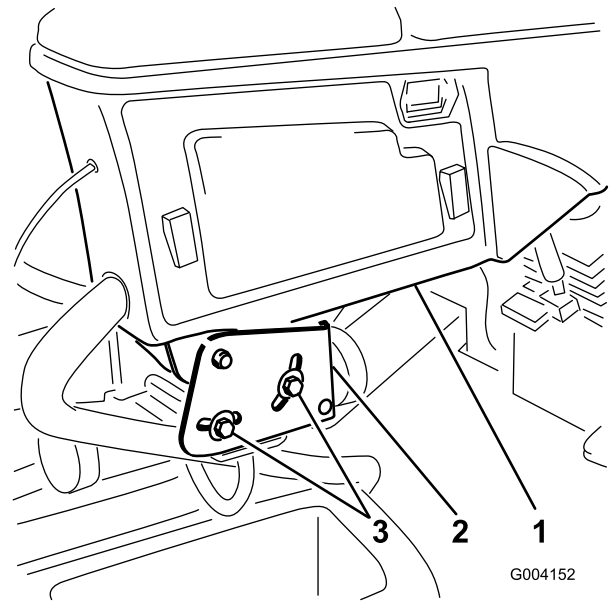

図3
1. コントロールアームをリテーナブラケットに固定している2本のボルトをゆるめる図3。